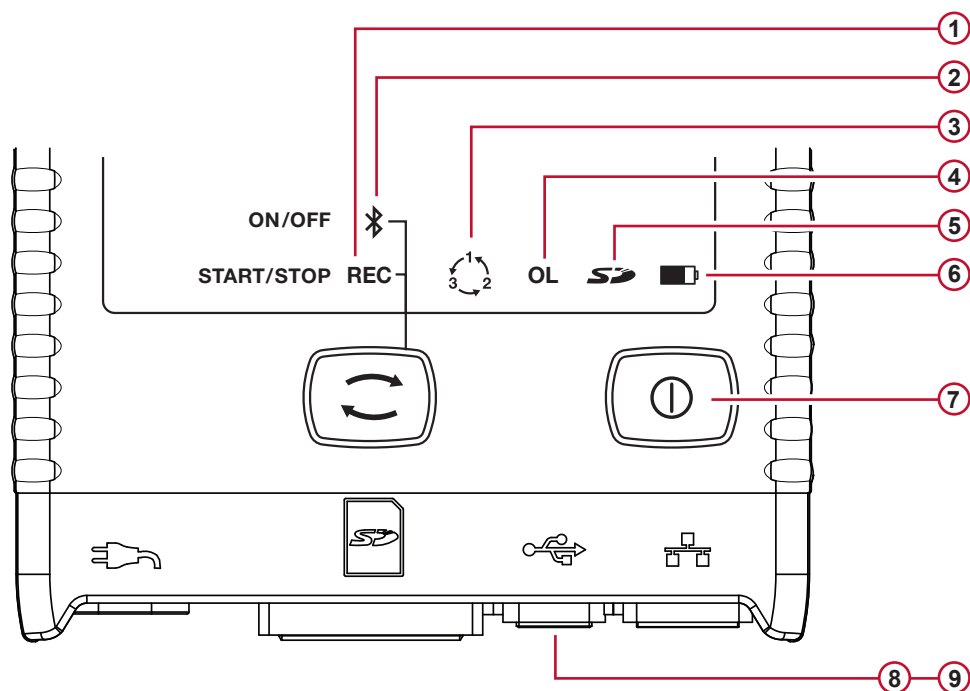

Figura 9
- Se aprind timp de 3 s becurile verzi REC (nr. 1 în Figura 9), iar becurile Bluetooth (nr. 2 în Figura 9) se aprind succesiv timp de 3 secunde fiecare. În timp ce este aprins fiecare dintre aceste butoane, puteți defini funcția fiecăruia în modul indicat mai jos.